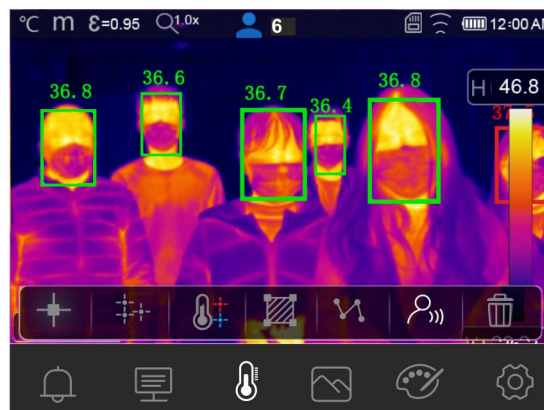

Fig. 35: Mode Visage sur plusieurs personnes
7. Le mode Visage permet d'évaluer la température du visage de plusieurs personnes (**jusqu'à 10 personnes**) simultanément (voir Fig. 35). Le compteur «  » en haut de l'écran indique le nombre de relevés statistiquement valables